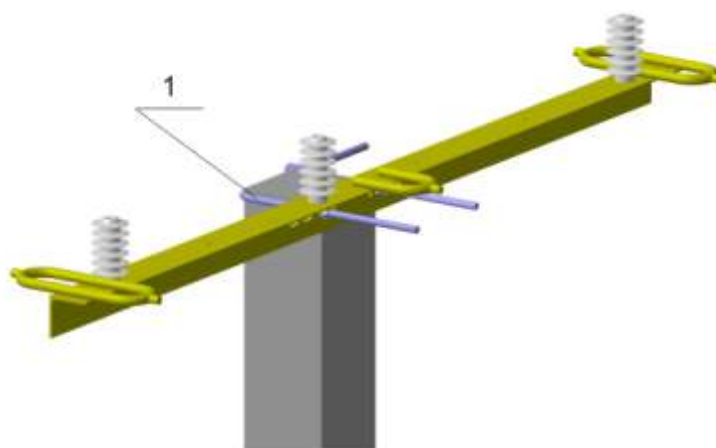

Рисунок 18
2.4.2. Закрепить траверсу на опоре ВЛ с помощью хомута ТШАГ 715113 017 (поз.1, рис. 18).